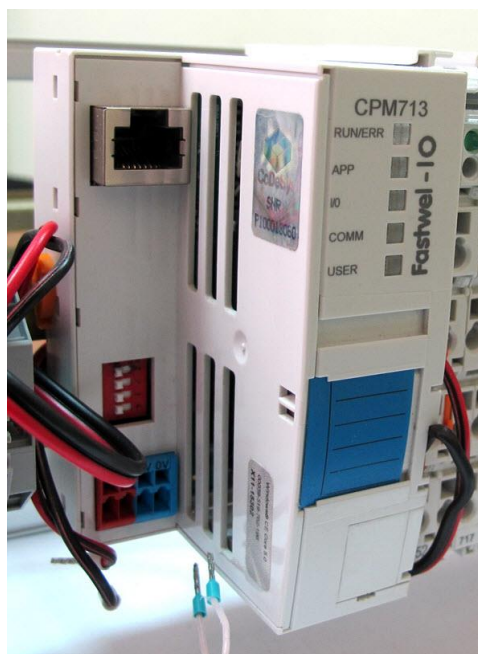

Рис. 5.3 Контроллер перед началом процедуры замены батареи
2. Отсоедините провода питания и кабель сетевого интерфейса. Внешний вид контроллера СРМ713 перед началом процедуры замены батареи показан на Рис. 5.3.